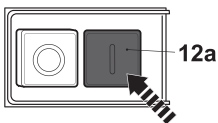

Fig. 21
- > Presione el interruptor de encendido "I" (12a) para encender el producto (Fig. 21).